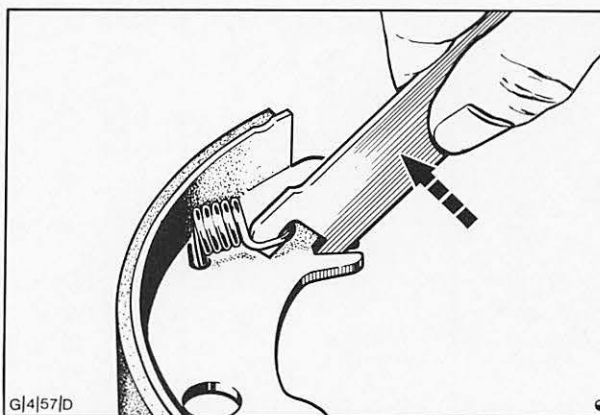

Abb. 39 Druckstrebe aushaken und Schwinghebel-Rückzugfeder entfernen
- c) Druckstrebe von der Bremsbacke aushaken und Schwinghebel-Rückzugfeder entfernen, Abb. 39.